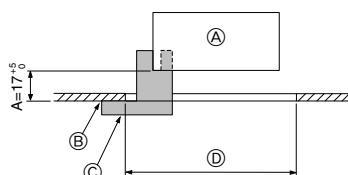

Fig. 5-2
①	Griglia	1	950 × 950 (mm)
②	Vite con rondella di frenata	4	M5 × 0,8 × 25
③	Calibro	1	(Diviso in quattro parti)
④	Dispositivo di attacco	2
⑤	Vite	4	4 × 8
5.2. Preparazione dell'attacco della griglia (Fig. 5-2)
- Utilizzando il calibro ③ fornito con il kit di montaggio, regolare e controllare la posizione dell'unità rispetto al soffitto. Qualora la posizione dell'unità rispetto al soffitto non sia corretta, è possibile registrare perdite della portata d'aria o la formazione di condensa.